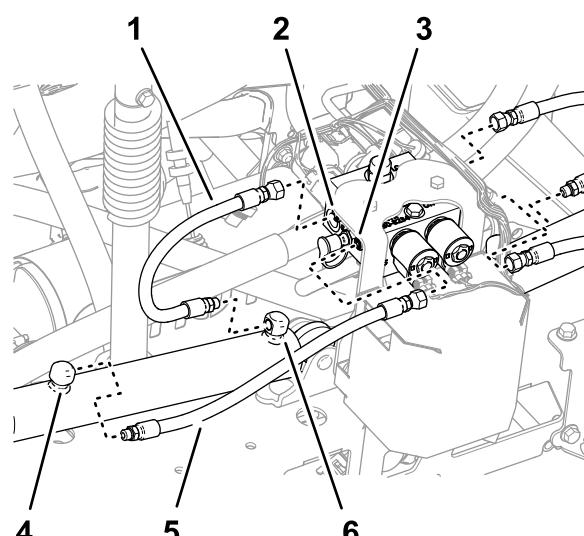

Figura 37
1. Retire os tubos das portas de extensão dos cilindros de elevação esquerdo e direito (Figura 37).
2. Retire os tubos das portas C2 e C4 do coletor do cilindro de elevação (Figura 37).
- Retire os tubos das portas de retração dos cilindros de elevação esquerdo e direito (Figura 37).
- Retire os tubos das portas C1 e C3 do coletor do cilindro de elevação (Figura 37).